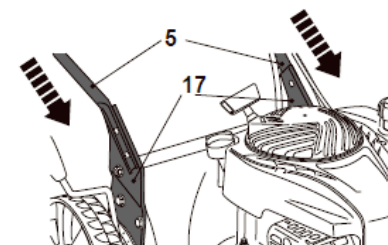

Fig. 3
3. S'assurer que les câbles (3) sont acheminés sur le dessus des poignées (5).
4. Retirer les caches de la poignée inférieure (5).
5. S'assurer que les trous de la poignée inférieure sont alignés sur ceux des supports (Fig. 3).